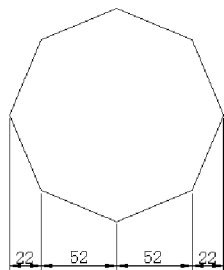

图 3.26 连续标注效果
① 连续(C): 默认的快速标注是连续式标注,所以不用选择任何选项即可完成连续标注。连续标注效果如图 3.26 所示。